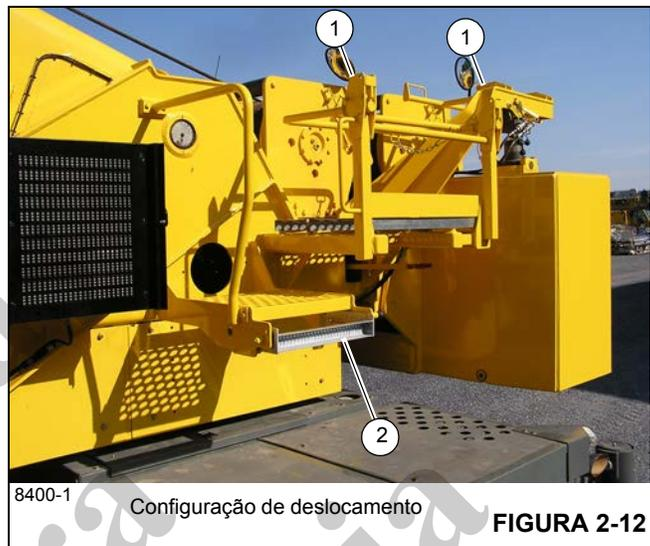

FIGURA 2-12
Antes de movimentar verifique se os corrimãos (1) (Figura 2-12) e o degrau (2) da plataforma de acesso ao guincho estão na configuração de deslocamento.